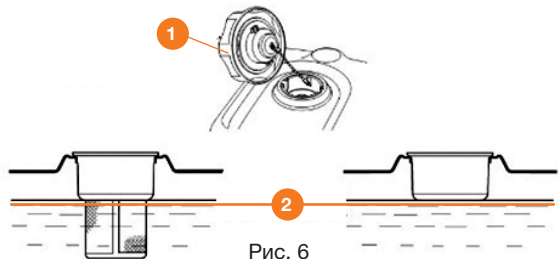

Рис. 6
При низком уровне топлива долейте его до установленного уровня ②. После заправки топливного бака надежно закрутите пробку заправочной горловины ① (Рис. 6). Используйте только чистое дизельное топливо.